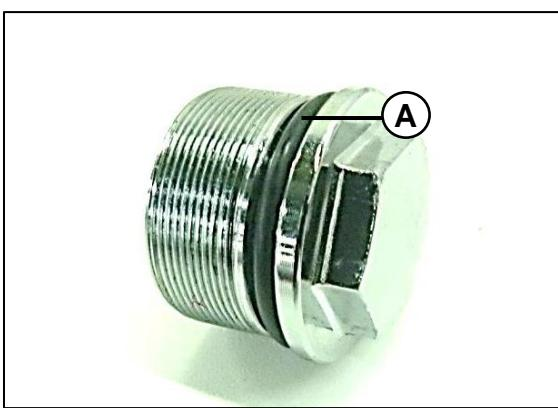

Fig. 07
Verifique el estado del O-ring (A), si es necesario reemplácelo. **Fig. 07**